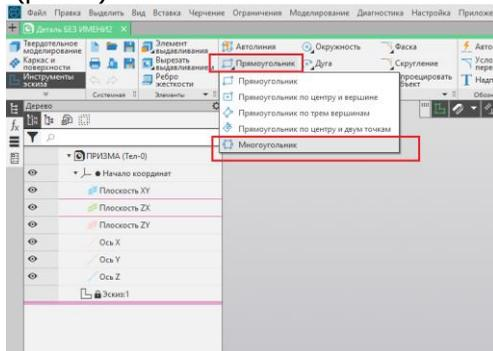

Рис. 8.
6. Система перейдёт в режим построения и редактирования контура основания. На инструментальной панели Геометрия, в выпадающем меню команды Прямоугольник выбираем Многоугольник. (рис. 8).